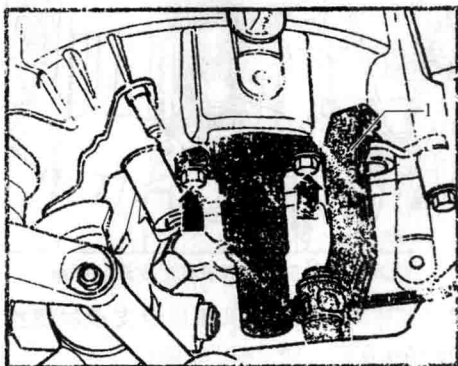

图 1-7 拆下支撑杆
12) 将变速器上的换挡操作机构拆下。拆下图 1-7 所示的支撑杆。拧下箭头所示的从动缸固定螺栓, 将从动缸及管路放置一旁。